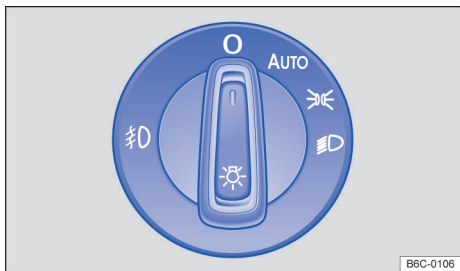

Fig. 75 Ao lado do volante: interruptor de luzes (uma variante).
- **Ligar o farol de neblina** \Rightarrow : Puxe o interruptor das luzes para fora → Fig. 75, até a primeira ranhura. A luz de controle \Rightarrow se acende no interruptor na cor verde.